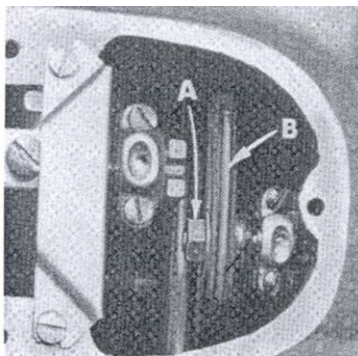

Fig. 9
Synchronizing the upper feed with the lower feed can be accomplished by loosening nut (A, Fig. 9) and moving the ball stud in the upper feed driving shaft segment lever (B). Retighten nut.
Synchronisierung des oberen und unteren Transports kann durch Lösen der Mutter (A, Fig. 9) und Bewegen des Kugelbolzens im oberen Transportachsenhebel (B). Ziehen Sie die Schraube wieder an.